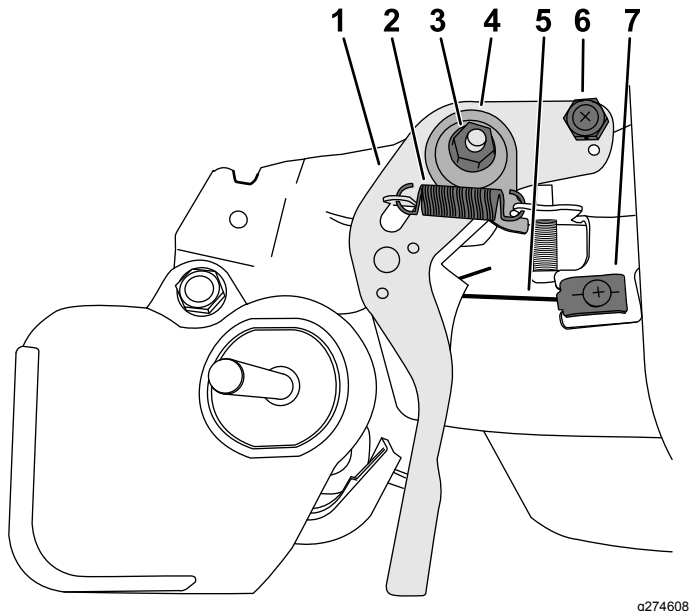

图10
7. 用螺母和 E 形夹将宽夹具和拉索夹安装到油门控制杆上的新位置 图10。
8. 将油门控制杆、波形垫圈和压力板安装到发动机上 图10。
9. 安装并轻轻拧紧螺母以便将油门控制杆固定到发动机上 图10。
10. 将弹簧安装到油门控制杆然后测试复位情况 图10。